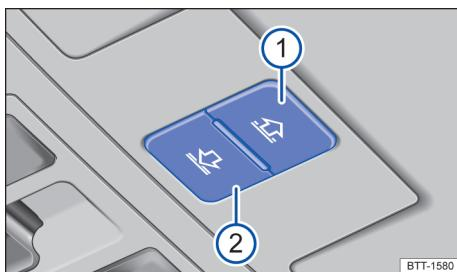

Fig. 119 No revestimento do teto: botões de comando da cortina de proteção solar.
Os botões → Fig. 119 ① e ② possuem dois níveis. No primeiro nível, a cortina de proteção solar pode ser totalmente ou parcialmente aberta ou fechada.
- Aproximadamente cinco segundos após a ativação do limitador de força, pressionar o botão → Fig. 119 ② até que a cortina de proteção solar esteja totalmente fechada.